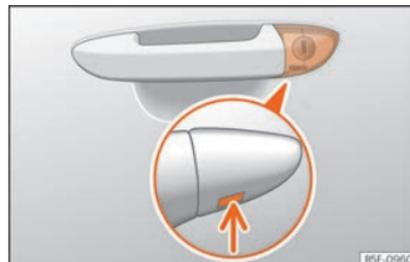

Fig. 5 Maniglia della porta del conducente: serratura di chiusura non visibile.
- Introdurre l'ingegno nell'apertura inferiore del coperchio posto sulla maniglia della porta del conducente » **fig. 5** (freccia) e rimuovere il coperchio dal basso verso l'alto.